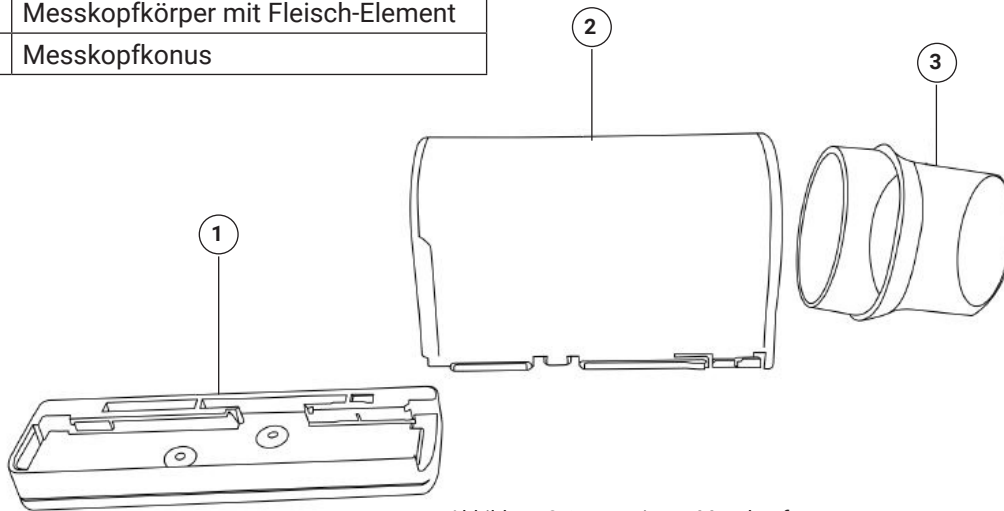

Abbildung 2: Demontierter Messkopf
2. Siehe Abbildung 2: Messkopfmontage.